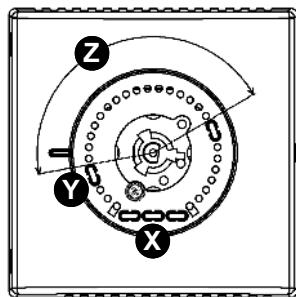

Fig. 12 / Рис. 12.
2. Prelevare i cavalieri meccanici (X) parcheggiati a lato della sede manopola e posizionarli (Y) come nell'esempio di Fig. 12.
2. Pick up the plastic pins (X) parked at one side of the knob area and set them (Y) as in the example of Fig. 12.
2. Retirer les cavaliers mécaniques (X) et les positionner (Y) comme dans l'exemple de la Fig. 12.
2. Die Reiter aus Kunststoff (X) herausnehmen, die sich auf der Seite des Drehgriffsitzen befinden und sie laut Beispiel Fig. 12 anordnen (Y).
2. Extraer los interruptores de correa mecánicos (X) ubicados al lado del asiento del mando y posicionarlos (Y) como en el ejemplo de la Fig. 12.
2. Retirar os pinos (X) e posicioná-los (Y) como no exemplo da Fig. 12.
2. Вынуть механические ограничители (X), установленные сбоку гнезда ручки и установить их (Y) как указано на рис. 12.